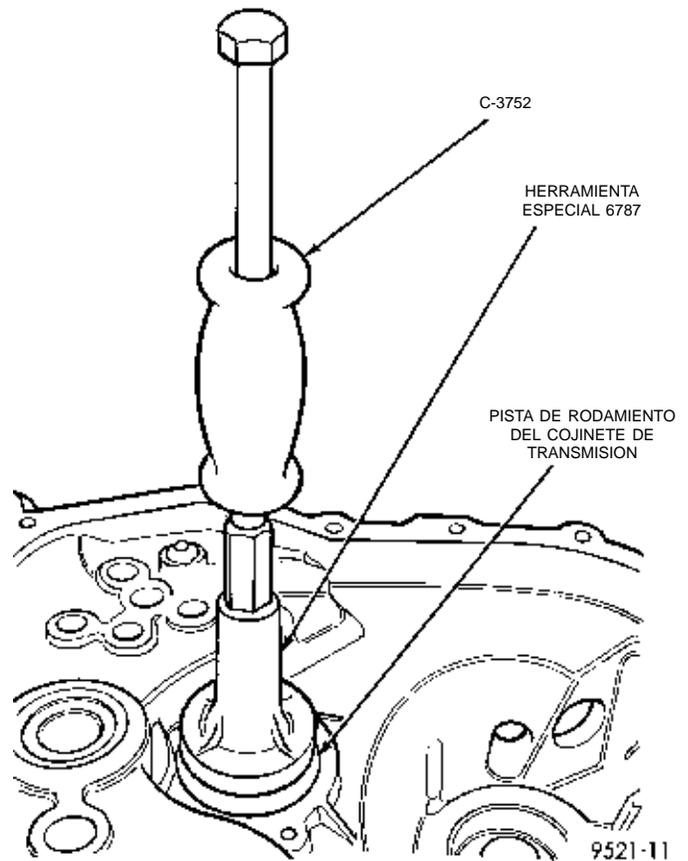

Fig. 125 Desmontaje de la pista de rodamiento del cojinete de transmisión
- (3) Instale la herramienta N° 6787 y el martillo de percusión (Fig. 125). Ajuste la herramienta a la pista de rodamiento del cojinete de transmisión.
- (4) Mediante el martillo de percusión, retire la pista de rodamiento del cojinete de transmisión.